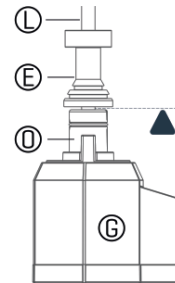

Figura 6
Para o uso com bancos de disparo de fábrica de GEWA, o prato superior deve estar colocado o suficientemente alto como para que o Amortecedor de borracha do clutch (E) não pressione para baixo o eixo do controlador (O). Consulte a *Figura 6* a efeitos de comparação.
- 3 Depois do passo 2, o amortecedor de borracha do clutch (E) deve tocar o controlador do Hi-Hat do suporte móvel (O) sem pressionar o eixo para baixo (ver a *Figura 6*). Isto corresponde a um afastamento mínimo do prato (S) de aproximadamente 19 mm (3/4").